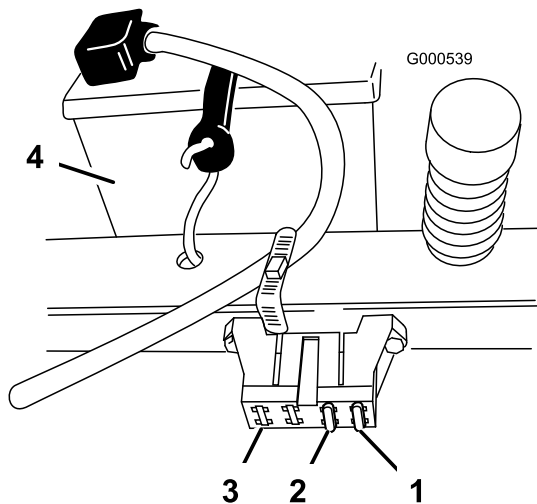

Bild 35
1. Heben Sie den Sitz an, um die Sicherungshalter zugänglich zu machen (Bild 35).
2. Ziehen Sie die Sicherung zum Wechseln heraus (Bild 35).